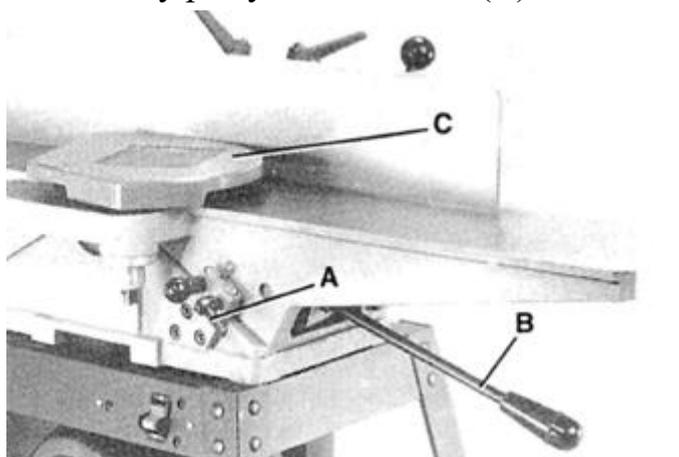

Рис. 27 Демонтаж защиты режущей головки
2. Снимите защиту режущей головки (C) – Рис. 27.